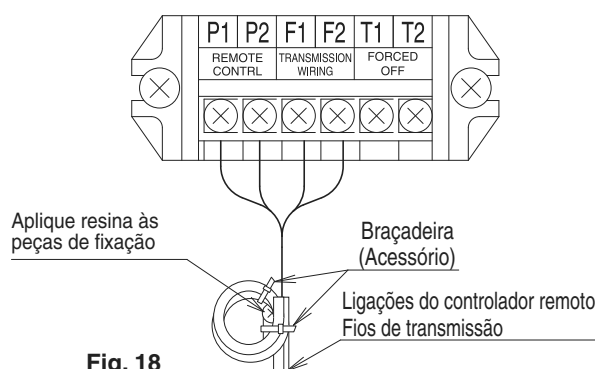

Fig. 18
- Retire a caixa de controlo e proceda às ligações conforme ilustrado na figura a seguir (Consulte a Fig. 17 e Fig. 18).
- Passe os cabos do controlador remoto, cabos de transmissão e cabos de controlo computadorizado para a caixa de controlo pelo orifício para o efeito e ligue aos terminais no bloco de terminais X3M. Depois da ligação, prenda com o material de fixação fornecido. (Consulte a Fig. 18)